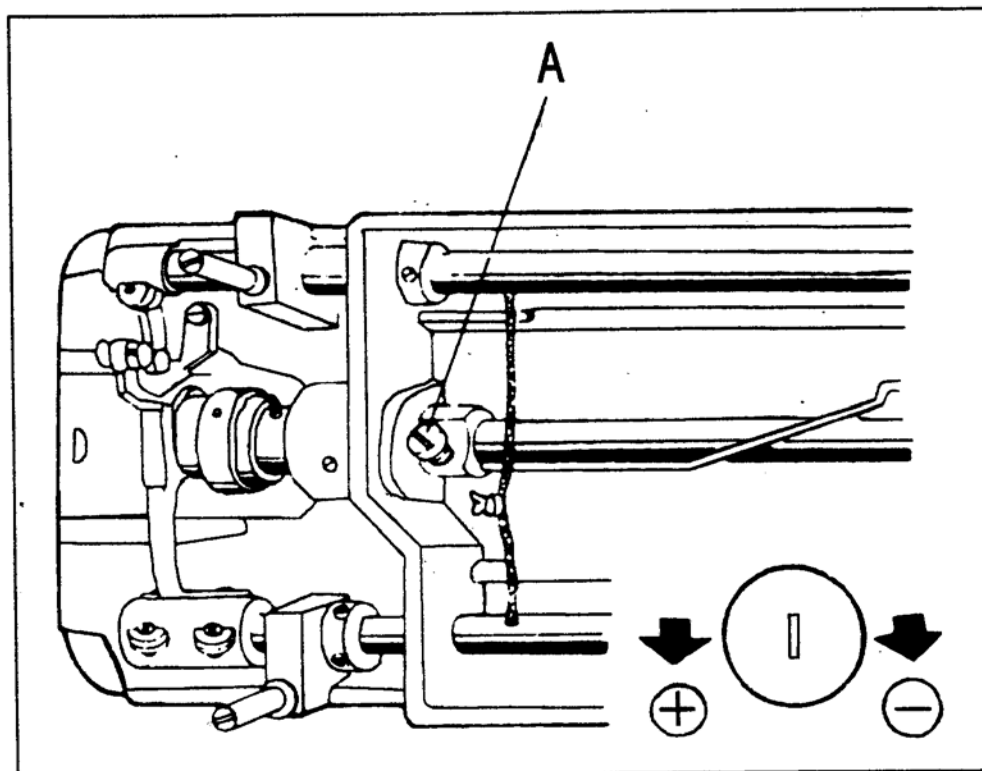

Рис. 30.
22. Регулировка смазки (рис. 30)